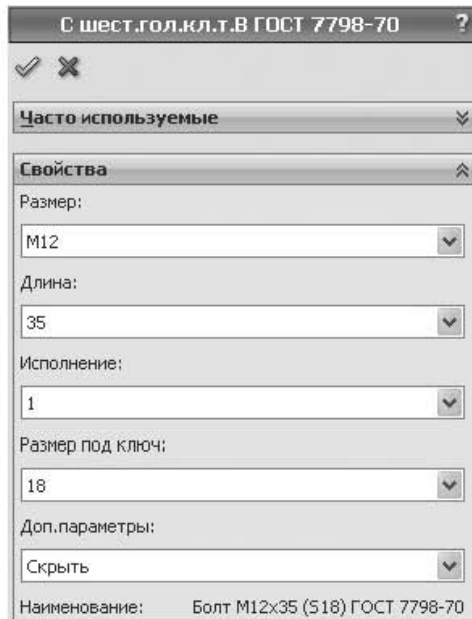

Рис. 6.8. Панель свойств
5. Задайте нужные параметры согласно заданию: Болт М12×35 ГОСТ 7798–70 (рис. 6.8). Вставьте оставшиеся болты в крепежные отверстия.